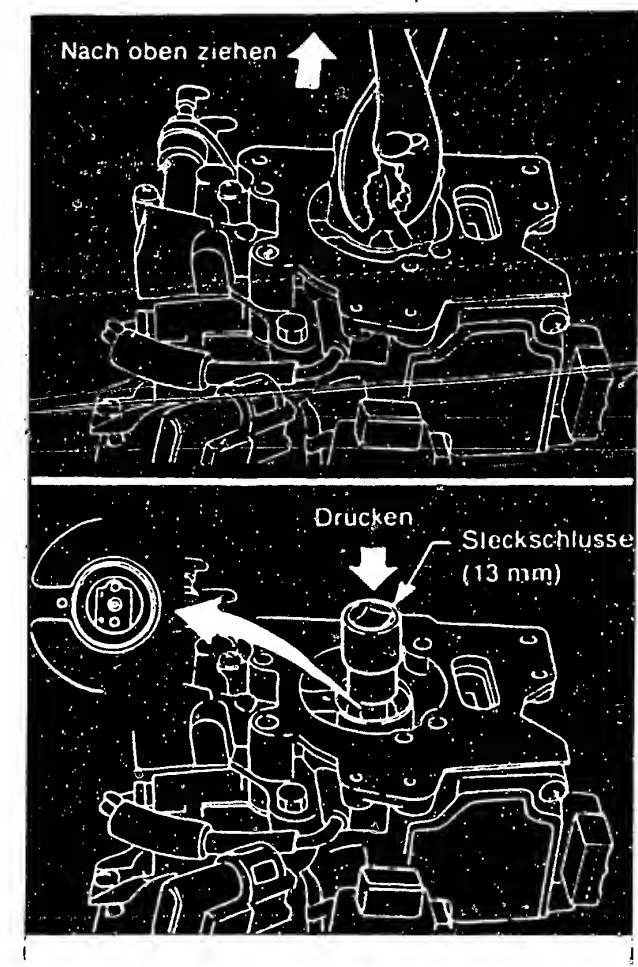

Bild 25 Aus- (oben) und Einbau (unten) des Einspritzventils.
- Zum **Ausbau** des Einspritzventils ist der Deckel abzunehmen und das Ventil vorsichtig nach oben zu ziehen (Bild 25). Beim **Einbau** ist das Ventil mit einem 13mm-Steckschlüssel nach unten zu drücken. Vor dem Aufsetzen des Deckels prüfe man, ob die zwei O-Ringe (ein grosser und ein kleiner) eingesetzt sind.